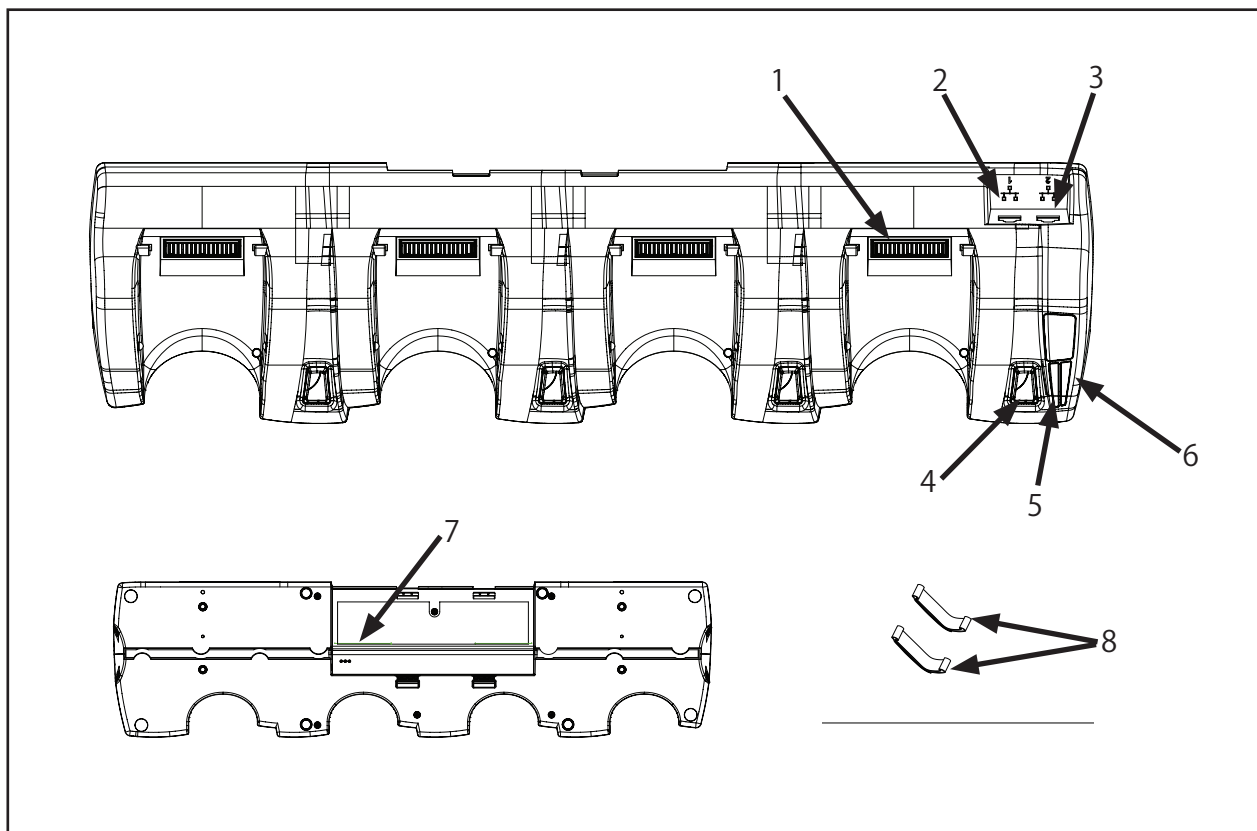

図 2: QLnEC4
2. 電源アダプタをクレードル底部の DC ジャックに差し込みます (図 2 の 7 番)。
4. イーサネットケーブルをクレードル後部のイーサネットジャック 1 に差し込みます (図 2 の 2 番)。ケーブルが損傷しないように AC 電源アダプタケーブルの配線を行ってください。ケーブルが鋭いエッジなどに当たったりしないよう、ケーブルが開口部を通るところでは適切なブッシングやクランプを使用します。
5. イーサネットジャック 2 (図 2 の 3 番) の接続を使用して最大 4 台までクレードルを直列に接続します。